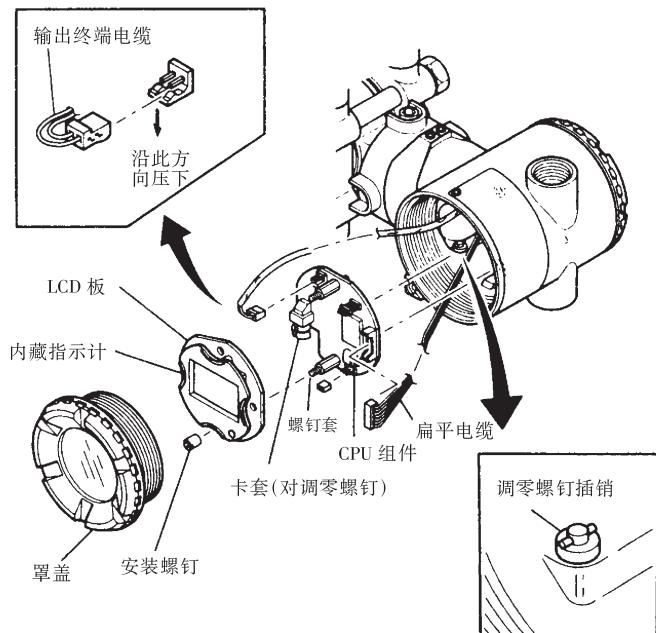

图 9.4.1 LCD 板与 CPU 组件的拆卸与安装
本节讲解内藏指示计替换方法。(见图 9.4.1)
本节介绍 CPU 组件替换步骤。(见图 9.4.1)
②调节调零螺钉,直至螺钉头的槽孔位于水平位置,如图 9.4.1 所示。
③拔出输出终端电缆(尾端接棕色端子)。操作时,轻轻按住 CPU 组件上的插座,拔出电缆,使其脱离。
④用套筒螺丝刀(对边长 5.5mm)松开两颗螺钉套。
⑤沿直线取出 CPU 组件。
⑥拔下连接 CPU 组件与膜盒的扁平电缆,(尾端接黑色端子)。